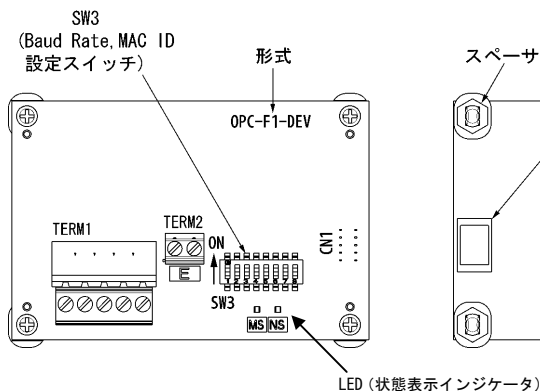

図1 カード表面
- (1) DeviceNet インタフェースカードが入っていることを確認してください。
- (2) カード上の部品の破損、凹み、反りなど輸送時での破損がないことを確認してください。
- (3) カード上に形式「OPC-F1-DEV」が印刷されていることを確認してください。(図1)